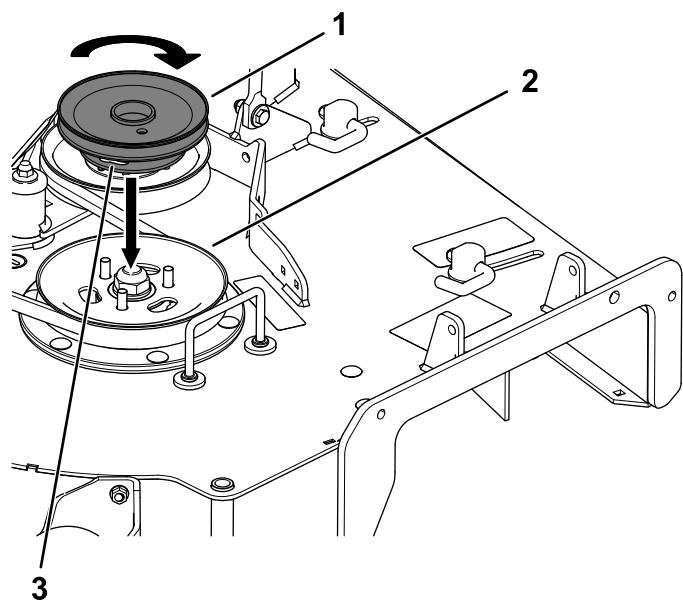

Figure 5
- Placez la nouvelle poulie de sorte à pouvoir engager ses ouvertures sur les goujons (Figure 5).